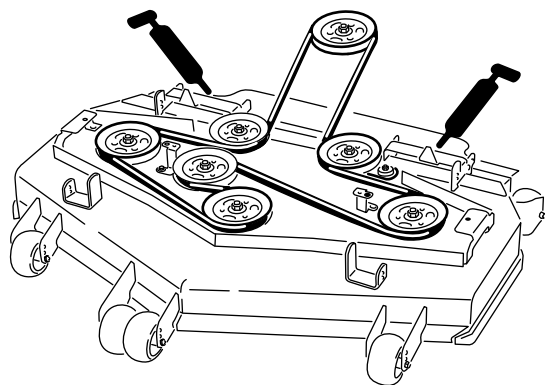

Figure 55
7. Lubrifiez les graisseurs des bras de poussée (Figure 54 ou Figure 55).